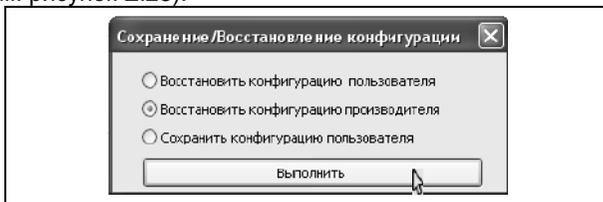

Рисунок E.25
- Во всплывающем окне «Сохранение/Восстановление конфигурации» выберите «Восстановить конфигурацию производителя» и нажмите кнопку «Выполнить» (см. рисунок E.25).